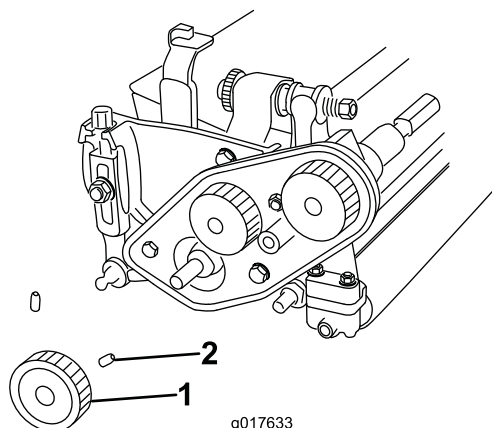

Figura 4
9. Allentate le 2 viti a pressione che fissano la puleggia inferiore e rimuovete la puleggia dall'albero del cilindro (**Figura 4**).
23. Installate la puleggia inferiore sull'albero di trasmissione del cilindro, fissando con le 2 viti a pressione sulla chiave dell'albero (Figura 4).